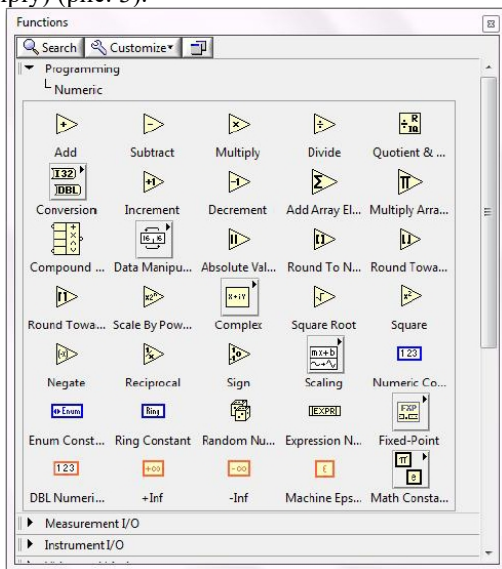

Рис. 3. Блок діаграма простого обчислювального пристрою
7. Виберіть функції обчислювального пристрою з палітри Functions >> Programming >> Numeric: додавання (Add), віднімання (Subtract), множення (Multiply) (рис. 3).